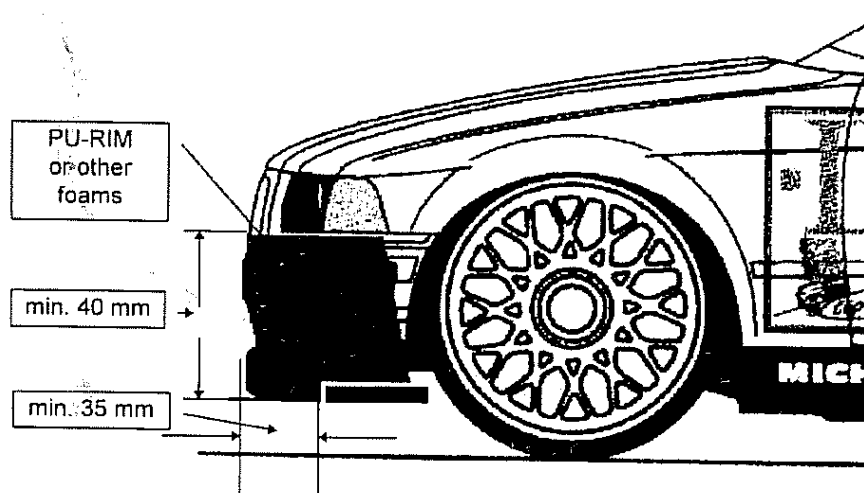

Figura 26: Dimensioni generali del paraurti in una 1/5 TC
7.1.22 Il paraurti deve essere realizzato in modo da adattarsi perfettamente al profilo frontale della carrozzeria ed il bumper deve avere una altezza minima di 40,0 mm e sporgere, dal bordo del paraurti, di 35,0 mm vedi Figura 26.